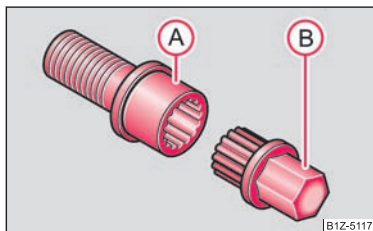

Fig. 180 Șurub de siguranță cu adaptor
- Introduceți adaptorul **B** cu partea zimțată până la limită pe interiorul zimțat al șurubului de siguranță **A**, astfel încât să se mai vadă numai partea hexagonală ⇒ **fig. 180**.